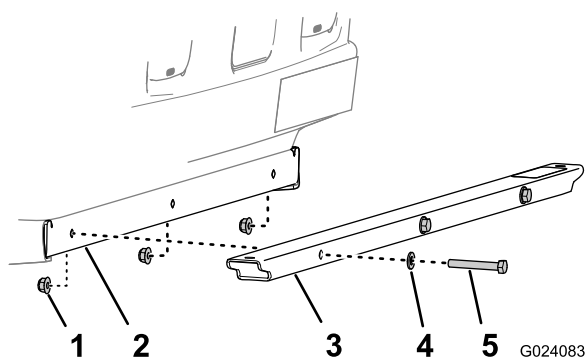

Figure 8
1. Alignez les trous du support des feux avant et les trous du profilé avant du châssis (Figure 8).
- Fixez le support de feu au profilé au moyen des 3 boulons (5/16 x 2-1/4 po), 3 rondelles et 3 contre-écrous à embase (Figure 8).